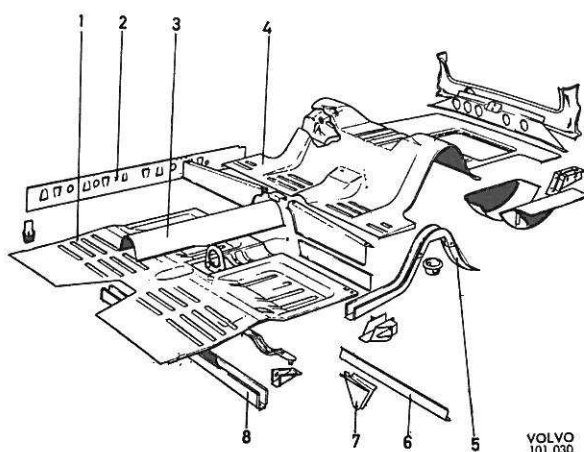
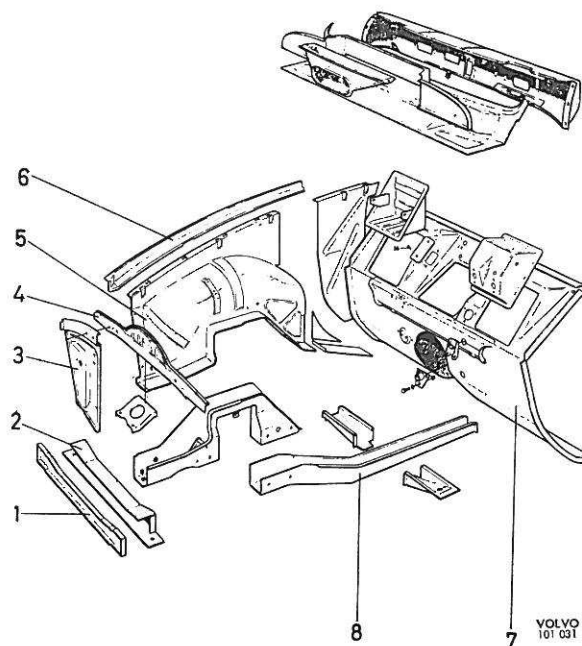

Figure 1. Plancher (versions berline et coupé)
Figure 2. Partie auvent
Le cadre plancher (figure 1) se compose des tôles de plancher avant et arrière (1 et 4), ainsi que des bavolets intérieurs (2), des traverses avant et arrière (8 et 6), du tunnel (3) et de la partie auvent (figure 2). Les tôles de plancher sont soudées l'une à l'autre au niveau des bâtis arrière des sièges avant. Le tunnel (3), servant au passage de l'arbre de transmission, est soudé par points aux tôles de plancher. La tôle de plancher arrière est munie de chaque côté d'un renforcement longitudinal (5) et, entre ces renforcements, d'un certain nombre de traverses. L'une de ces traverses (6) est munie de pattes
de fixation (7) pour la barre transversale du pont arrière. Dans la tôle de plancher arrière est pratiquée une ouverture bridée pour la fixation du réservoir d'essence, dont la partie supérieure constitue une partie du plancher dans le coffre à bagages. La partie auvent (figure 2) comprend le tablier (7), les passages de roues (5), la traverse avant supérieure (4) et les panneaux latéraux (3), ainsi que les traverses avant inférieures (1 et 2). Le tablier, constituant la cloison avant de la carrosserie, comporte des flancs latéraux assemblés par soudure. De la tôle de plancher avant, partent deux longerons avant (8) qui sont reliés l'un à l'autre à l'avant par une traverse (2) et à l'arrière à la traverse sous les sièges avant. Les longerons avant supérieurs (6) sont soudés par points aux pieds d'auvent, aux panneaux latéraux avant et aux passages de roues. L'essieu avant et les supports des amortisseurs sont fixés sur les longerons avant.